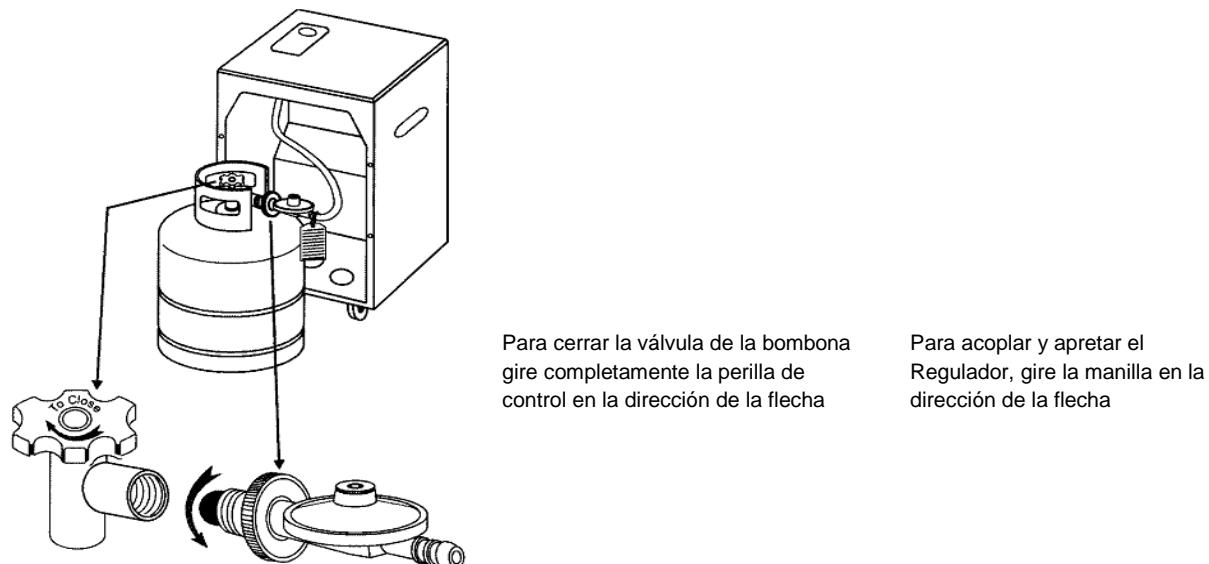

Ilustración 1
- Atornille el regulador a la salida de la válvula de la bombona de gas en dirección contraria a las agujas del reloj. Atornille solamente con la mano, no utilice un destornillador. Atornille hasta que la tuerca haya encajado por completo (Ilustración 1).